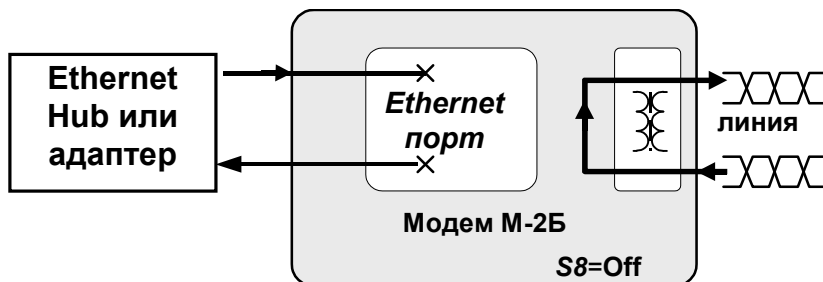

Рис. 10 Проверка *Цифровой шлейф (DL)*
5.2.3 Цифровой шлейф (DL)
Проверка *Цифровой шлейф* (**Digital Loopback**) устанавливает заворот данных (шлейф) на ЛОКАЛЬНОМ модеме в сторону УДАЛЕННОГО модема. Этот режим обеспечивает, в частности, возможность проверки канала передачи данных, в котором модем М-2Б используется только с одной стороны. Рис. 10 иллюстрирует принцип проверки *Цифровой шлейф (DL)*.